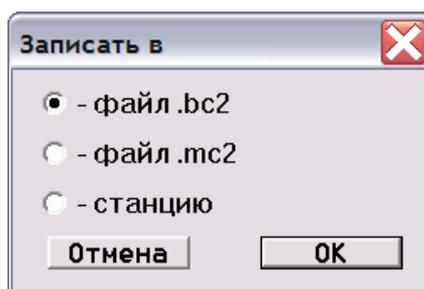

рисунок 93
3. Перейти в меню «Файл» → «Экспорт», при этом на экран выводится окно (рисунок 93).